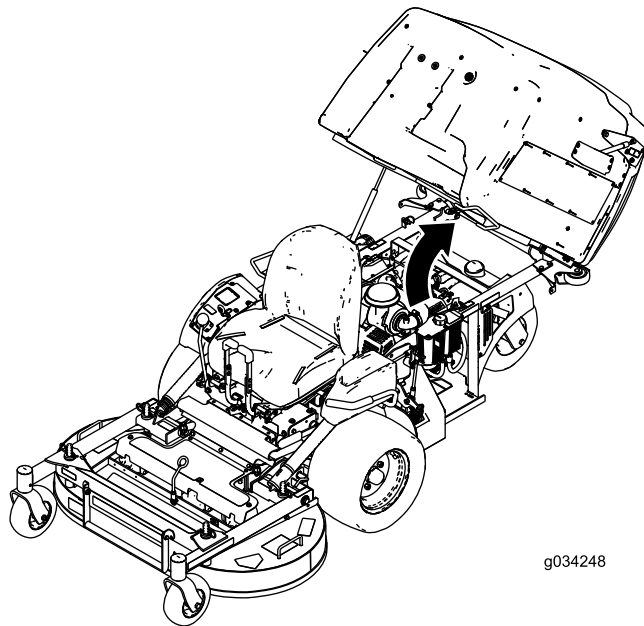

Figura 30
1. Alzate la tramoggia (Figura 30).